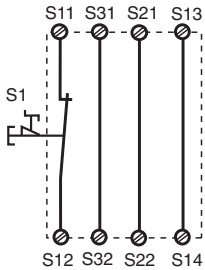
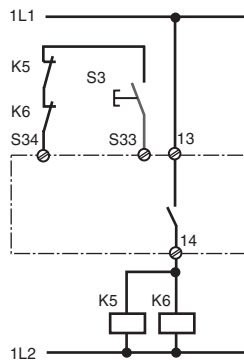

Fig. 2: Eingangskreis einkanalig, automat. Start/Single-channel input circuit, automatic reset/Commande par 1 canal, validation automatique
Fig. 9: wie Fig. 8 mit überwachtem Start/connection for contactors/relays and monitored reset/comme Fig. 8 avec surveillance du poussoir de validation
In Fig. 2 ... Fig. 9 sind Anschlußbeispiele für NOT-AUS-Beschaltung mit automatischem und überwachtem Start, Schutztürsteuerungen sowie Kontaktvervielfachung durch externe Schütze.
- Fig. 2 und 7: **keine** Verbindung S33-S34. Das Gerät startet bei Spannungsausfall und -wiederkehr automatisch. Verhindern Sie einen unerwarteten Wiederanlauf durch externe Schaltungsmaßnahmen.
In Fig. 2 ... Fig. 9 are connection examples for Emergency Stop wiring with automatic and monitored reset. Safety gate controls as well as contact expansion via external contactors.
- Fig. 2 and 7: S33-S34 **not** connected. The device starts automatically after loss of power. You should prevent an unintended start-up by using external circuitry measures.
Les figures 2 à 9 représentent les différents câblages possibles du PNOZ X13 à savoir : poussoir AU avec réarmement automatique ou auto-côntrolé, interrupteurs de position et augmentation du nombre des contacts de sécurité par contacteurs externes.
- Fig. 2 et 7: **pas** de câblage sur S33-S34. L'appareil se réarme automatiquement après une coupure et une remise sous tension. Evitez tout risque de redémarrage par un câblage externe approprié.